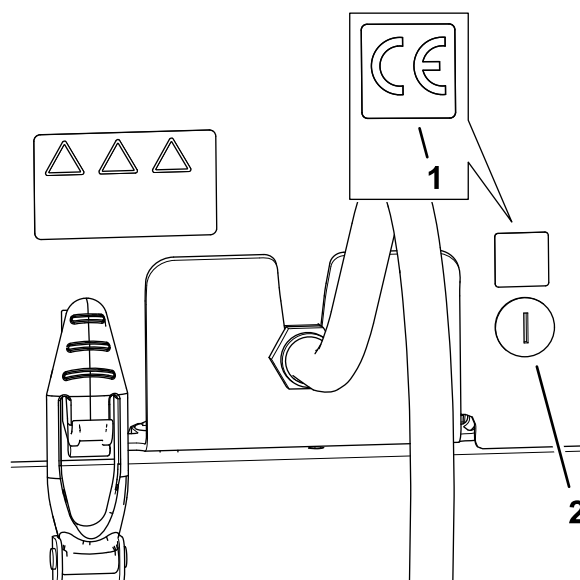

Figura 34
1. Utilize álcool e um pano limpo para limpar a área do capot junto à fechadura do capot, e deixe secar o capot (Figura 34).